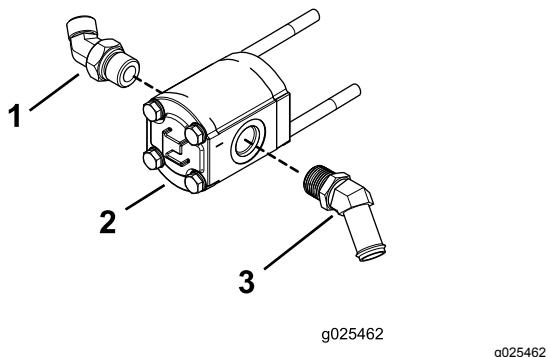

Figura 5
Nota: Certifique-se de que os encaixes são instalados nos ângulos que se mostram em Figura 5.
1. Enrosque o encaixe de 45 graus com anéis de retenção na bomba, do lado do condutor (Figura 5).
2. Enrosque um encaixe de 45 graus com parte roscada no lado direito da bomba (Figura 5).